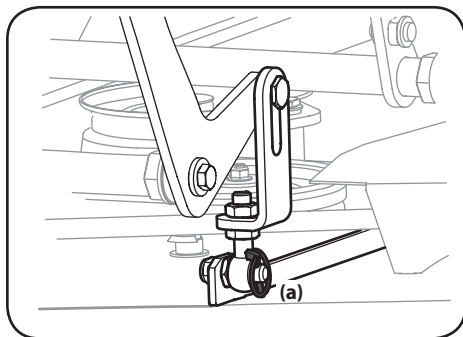

Figure 4-13
5. Retirez les quatre goupilles clips (a) qui retiennent le plateau de coupe à l'ensemble de relevage du plateau de coupe. Voir Figure 4-13.